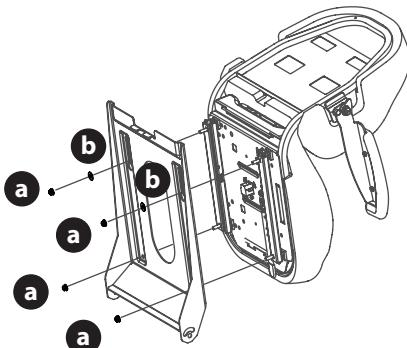

Figura 6
- b. Para un asiento con ajuste de palanca, use las tuercas de seguridad con brida (a) y las arandelas planas (b) (Figura 6).